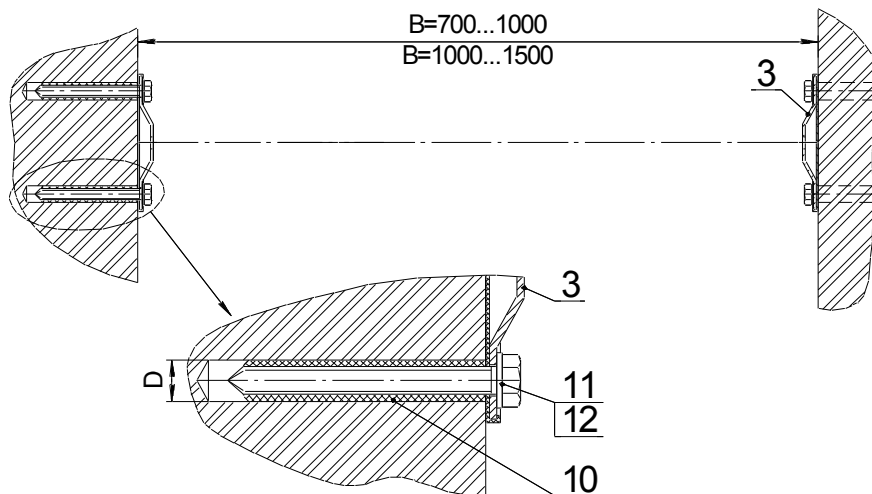

Рис.1
11.3.3 Собрать вставки поз.2 с трубой поз.1, обеспечив общую длину L , на $70...100$ мм меньше замеренного расстояния B между стенами и закрепить винтом специальным поз.6 и гайкой специальной поз.7 (Рис.1).
2.3. Правильность установки болтов проверять по рис. 1 (размер 70мм max).